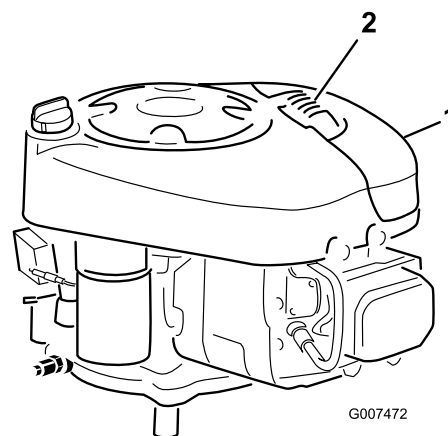

Figura 23
2. Limpie alrededor del limpiador de aire de forma que la suciedad no penetre en el motor y cause daños (Figura 23).
3. Tire hacia arriba del asa de la tapa del limpiador de aire y gírela hacia el motor (Figura 23).